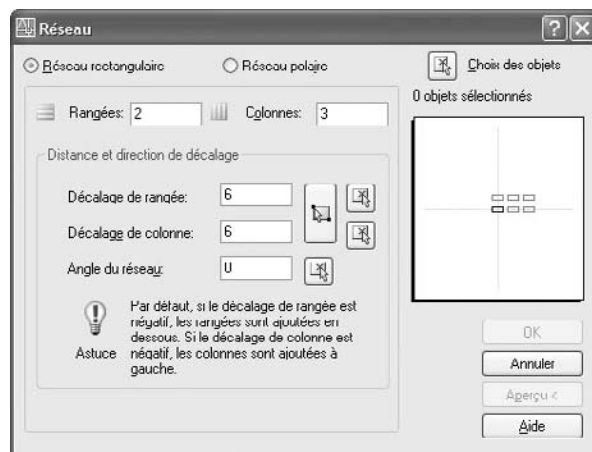

Fig.5-7
- 1 Exécuter la commande de copie en réseau à l'aide d'une des méthodes suivantes (fig.5.7) :